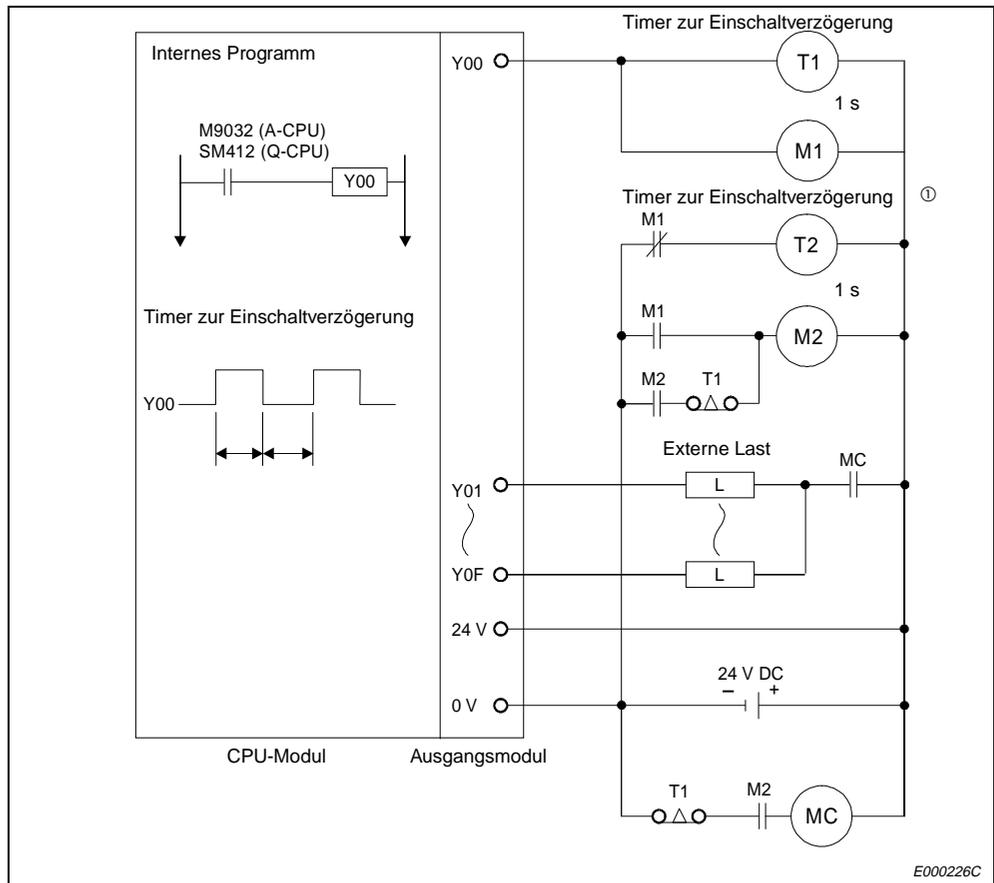

Abb. 9-4: Sicherheitsschaltung mit Ein-/Ausschaltverzögerung
- ① Da Y00 in Intervallen von 0,5 s zwischen EIN und AUS pendelt, sollten Sie ein kontaktloses Ausgangsmodul verwenden (im obigen Beispiel ist dies ein Transistor).
- ② Ist es Ihnen nicht möglich, einen Ausschaltverzögerungs-Timer einzusetzen (besonders aufgrund des Platzbedarfs), verwenden Sie einfach einen Sicherheitsschaltkreis nur mit Einschaltverzögerung. Siehe hierzu Abb. 9-4 auf der folgenden Seite.